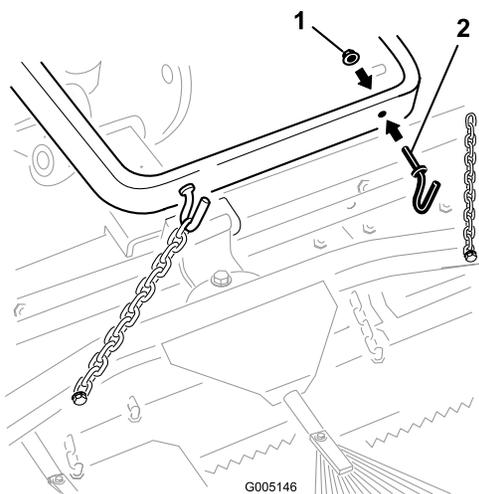

Figure 6
- A. Montez 2 crochets au dos du bras de relevage avec 2 écrous à embase (3/8 pouce) (Figure 6). Fixez les chaînes aux crochets à la longueur voulue.